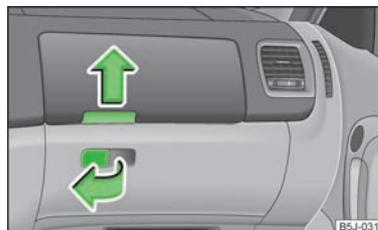

Fig. 59
- Tirez la poignée du couvercle vers la flèche » fig. 59 et rabattez le couvercle.